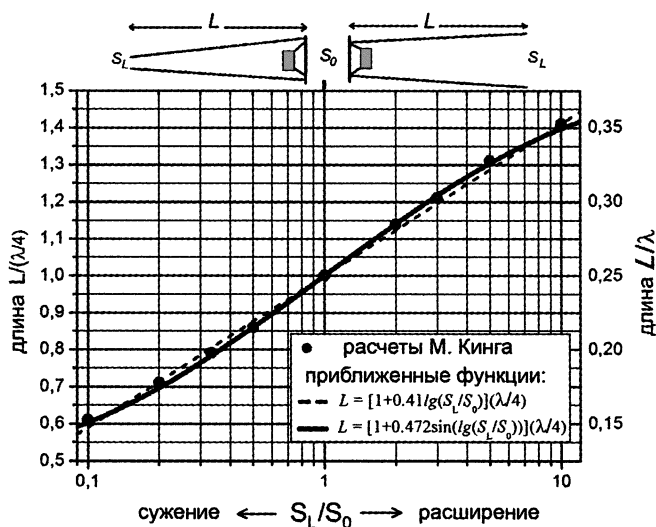

Рис. 4.11. Универсальная зависимость длины  $L$ , которую должна иметь Т-линия, от коэффициента сужения-расширения
На основании табл. 4.3 можно построить универсальный (т. е. применимый для всех значений резонансных частот и соответствующих им длин волн) график. Он представлен на рис. 4.11. Как видно, он неплохо аппроксимируется прямой, если  $S_L/S_0$  откладывать в логарифмическом масштабе. Таким образом, зависимость длины транс-
Тем не менее, читателям, принявшим решение изготавливать расширяющуюся трансмиссионную линию, рекомендуем увеличивать ширину выходного отверстия таким образом, чтобы выход Т-линии совпадал с выходом всего «туннеля». И после этого пользоваться для расчетов табл. 4.2, 4.3, или графиками на рис. 4.11—4.13 и формулами (29) — (32). Возможно, вас воодушевит на эксперименты положительное свойство расширяющейся трубы: более высокий уровень звукового давления на ее выходе.